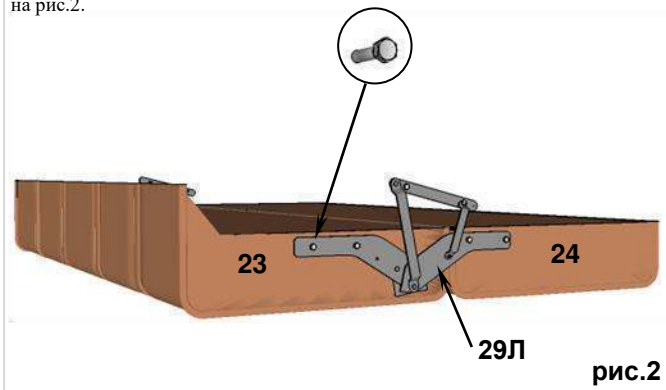

рис.2
5. С помощью гаечного ключа открутите крепежные болты со спинки(поз.24) и сиденья(поз.23) дивана. Соедините сиденье(поз.23) и спинку(поз.24) дивана с помощью механизма трансформации (29Л, 29П) на болты М6*25 как показано на рис.2.